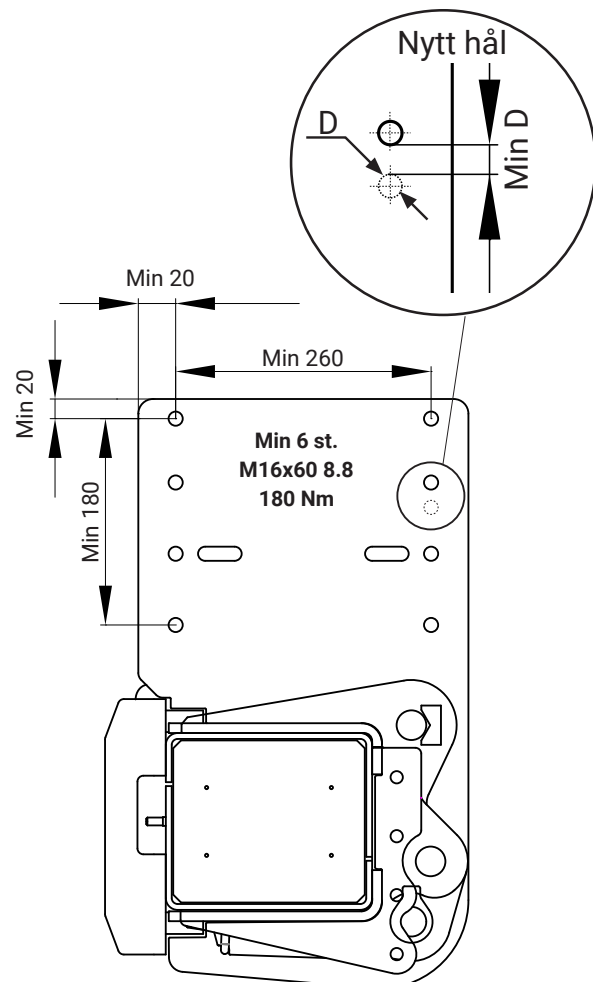

Bild 23. Montera ramfästet med minst 6 skruvar M16x60 8.8
9. Vid montering på ram utan förborrade hål, montera först med en skruv i fästernas spårformade hål. Märk ut på fordonsramen, mitt i fästernas spårformade hål och borra sedan hål $\varnothing 16$ mm i ramen, se Bild 23.